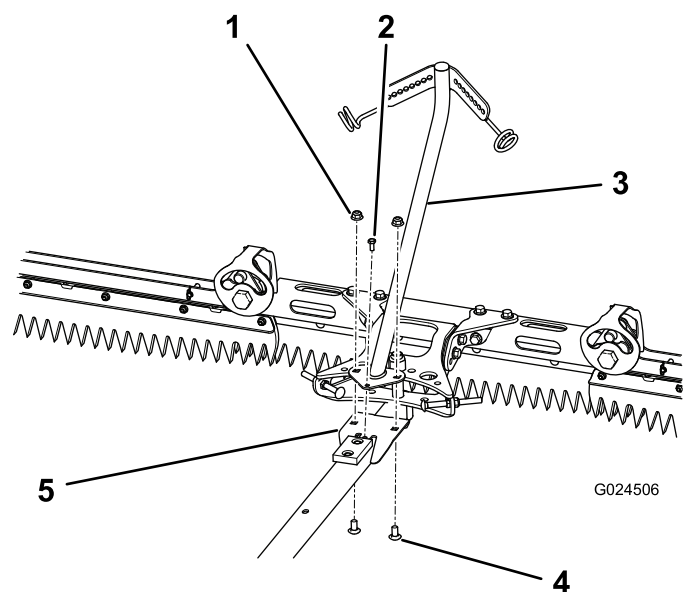

Figura 8
1. Alinhe os orifícios na placa na extremidade inferior do conjunto da rampa com os orifícios na placa perto do engate (Figura 8).